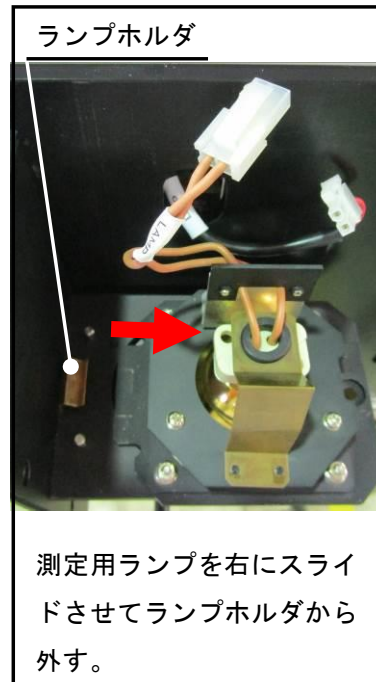

図3. 測定用ランプ
- (4) 測定用ランプを右にスライドさせてランプホルダから外します（図3）。